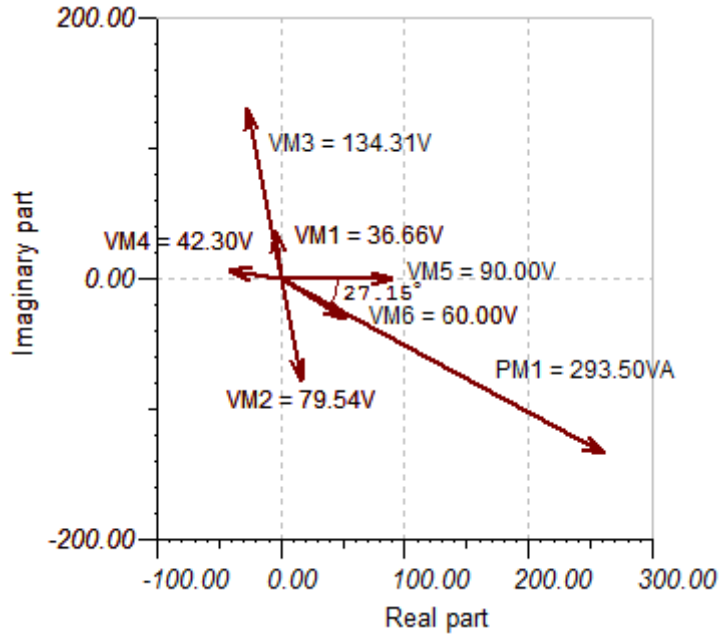

Рис.2.14. Векторная диаграмма напряжений и мощности
2. Выбрать в главном меню *Analysis – AC Analysis- Phasor Diagram* и построить векторную диаграмму (рис.2.14). На фазовой диаграмме обозначить вектора напряжений и комплексной